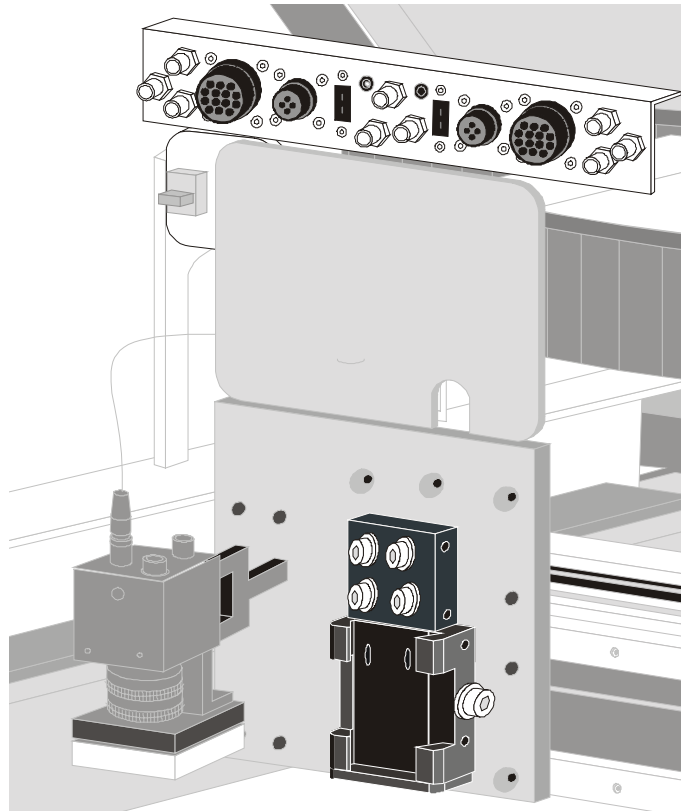

Abbildung 2-7 DV-7000 Ventilhalterung (M-2000/C-1000)
| Abbildung 2-7 DV-7000 Ventilhalterung (M-2000/C-1000) | 2-8 |
4. Verwenden Sie zur Befestigung der neuen DV-7000 Ventilhalterung auf der Ventilbefestigungsplatte den 3-mm Sechskantstiftschlüssel. Siehe Abbildung 2-7.